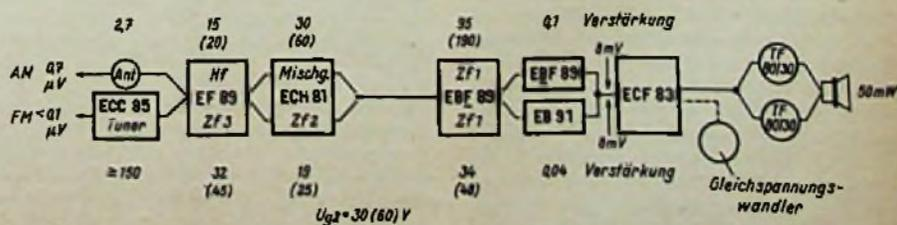

Bild 2. Blockschaltung mit Normalröhren und Gleichspannungswandler
Über ein nach diesem Prinzip in der Serie gebautes AM-Gerät wurde bereits berichtet¹⁾. Der Platzbedarf für ein solches Gerät ist nicht größer; bei AM-Betrieb haben beide Empfängertypen die gleiche Batteriebelastung von etwa 10 W und bei FM-Betrieb beträgt die Ersparnis beim Gerät ohne Spannungswandler lediglich 20%. Bild 2 zeigt das Blockschaltbild eines entsprechenden AM/FM-Empfängers, dabei ist im NF-Teil eine Gegenkopplung vom Faktor 2 vorgesehen. Die wesentlichen Röhrendaten und die erzielbare Verstärkung enthält Tabelle 1. Dabei wird die maximale Verstärkung entweder durch die erforderliche Schwingsicherheit 10 (FM) oder durch den praktisch erreichbaren Übertragungswiderstand Z_0 (AM) bestimmt. Die im Blockschaltbild angegebenen Werte gelten für 30 V Schirmgitterspannung. Bei 60 V Schirmgitterspannung erhält man die eingeklammerten höheren Werte oder bei gleicher Verstärkung sehr kleine Übertragungswiderstände der Bandfilter (vgl. Tab.).